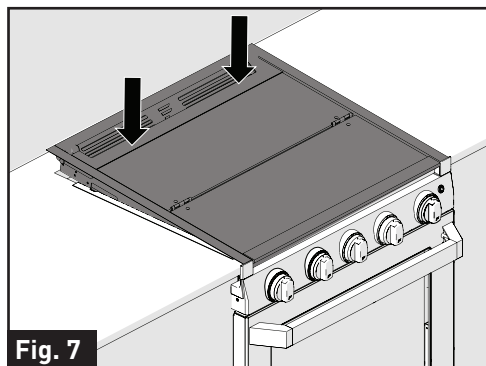

Fig. 7
8. Appuyez sur la partie arrière du couvercle de verre supérieur jusqu'à ce que vous entendiez un déclic. Le couvercle de verre supérieur est maintenant verrouillé en position. (Fig. 7)